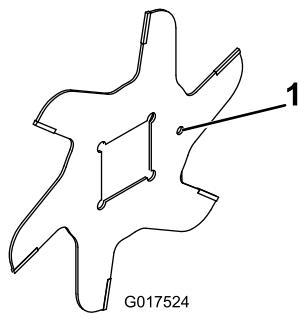

図 14
1. ブレードを組み付ける 図 14。
4. 次のブレードを右に 1/6 回転ずらして、つまり、合い印が面一枚分右にずれるようにして、取り付ける 図 14。